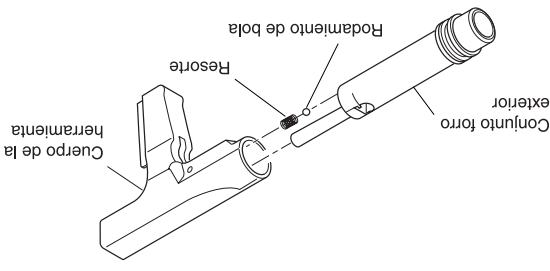

Figura 6 - Retirando de la caja el conjunto forro exterior
1. El conjunto balancín está en la caja. Hale el conjunto balancín fuera de la caja (vea la Figura 6).